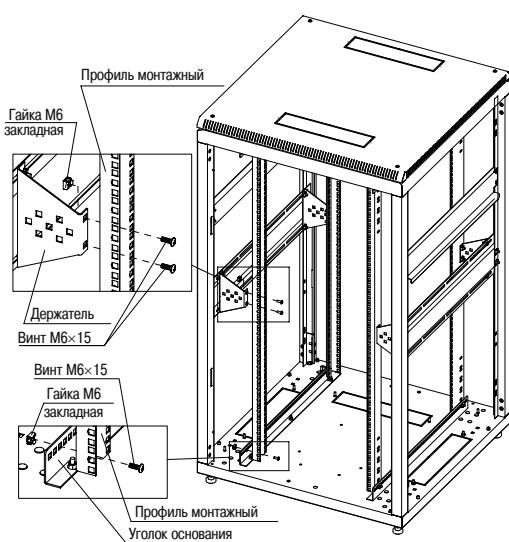

Рисунок 7 – Установка монтажных профилей
4.2.6 Вставьте гайки M6 в квадратные отверстия уголков основания или уголков основания и держателей, профили монтажные закрепите винтами M6×15 с полукруглой головкой (рисунок 7).